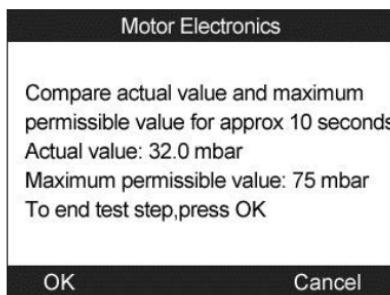

Figura 11.42
- d) Revise la contrapresión de escape con el motor corriendo a 2000 rpm. La herramienta leerá el valor de contrapresión actual y lo comparará con el límite superior. (Figura 11.42). Seleccione **OK** para continuar la prueba o **Cancelar** para regresar al menú anterior.